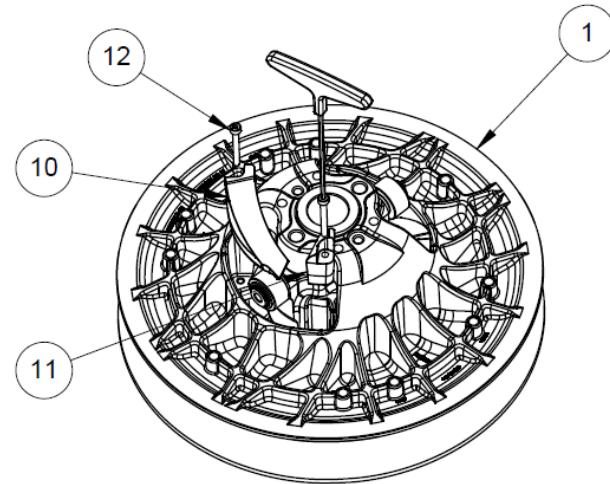

Figure 21
- À l'aide de la clé hexagonale de 3mm, retirez les 4 vis ⑫ des rampes avant ⑩ et arrière ⑪ du flasque fixe ① (figure 21).
- Retirez les 2 rampes avant ⑩ et les 2 rampes arrière ⑪.
- Séparez les 2 flasques ① et ②.